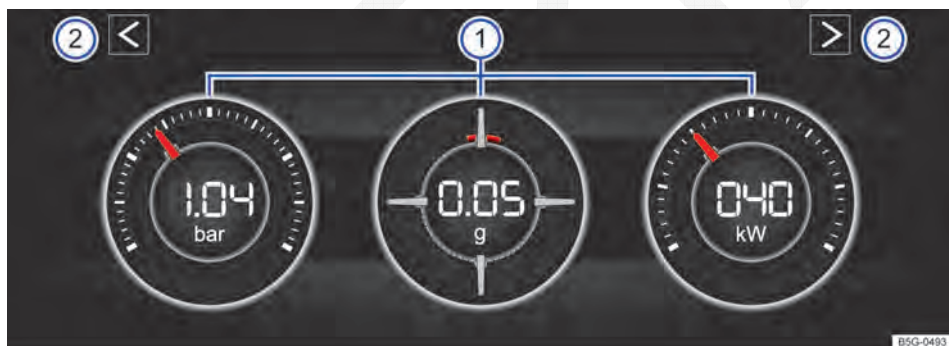
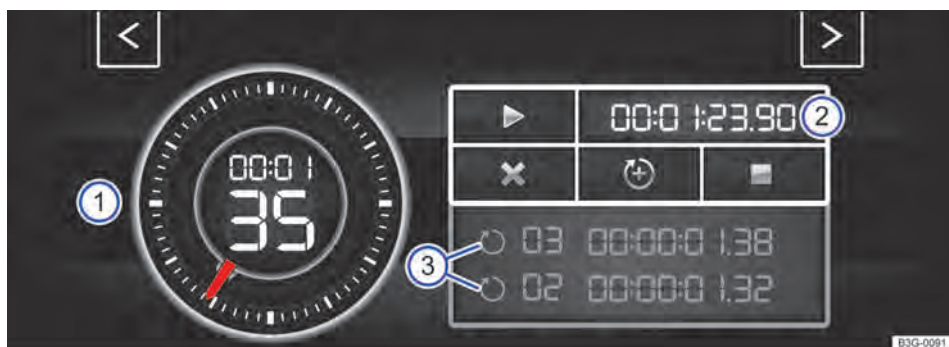
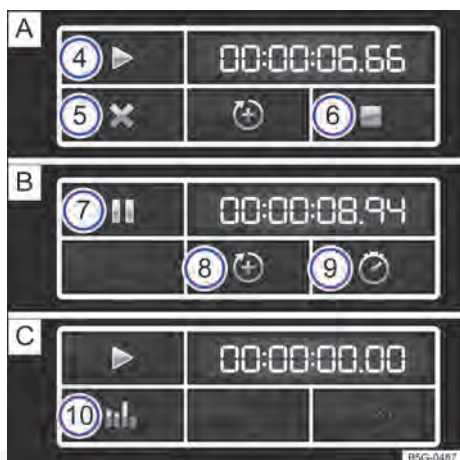

Fig. 29 No sistema Infotainment: módulo de potência.
Fig. 30 No sistema Infotainment: Laptimer com cronômetro, superfície de função e tempos de voltas.
Fig. 31 Superfície de função no sistema Infotainment: medição do tempo na volta [A] parada, [B] em execução e [C] concluída.
Legenda para **Fig. 29**
- ① Áreas de indicação.
- ② Teclas de setas para alternar para o Laptimer.
Se você deseja alternar entre o módulo de potência e o Laptimer → Página 47, toque em uma das teclas de seta à esquerda e à direita acima dos instrumentos em → Fig. 29 ②.
O display pode exibir, no máximo, 3 instrumentos simultaneamente. Cada um dos instrumentos pode ser selecionado para cada uma das áreas de exibição → Fig. 29 ① (esquerda, central, direita).
- **Indicação da pressão de carga:** a indicação da pressão de carga → Fig. 29 ① (à esquerda) exibe a pressão no circuito do ar de sobrealimentação entre o turcocarregador e o motor (na unidade "bar"). Quanto mais o ponteiro ficar à direita na escala, maior será a potência que o motor desprenderá.
- **Medidor de aceleração (G-Meter):** o medidor da aceleração (G-Meter) → Fig. 29 ① (central) indica na área central o valor da aceleração (na unidade "g"). A marcação vermelha na área disposta em tela indica a intensidade da aceleração e a direção da força que atua (conforme os princípios físicos contrários). Se você, por exemplo, conduzir para a esquerda, a marcação vermelha se moverá para a área direita do instrumento (e o contrário). A marcação vermelha move-se para baixo, quando se acelera, e para cima, quando se freia. A intensidade da aceleração é indicada pela posição da marcação vermelha de dentro para fora. Se a aceleração aumenta, a marcação vermelha é excluída da área central.
- **Indicação de potência:** a indicação de potência → Fig. 29 ① (à direita) exibe a potência do motor atualmente utilizada como valor digital e na escala adjacente (em kW).
- No módulo de potência, tocar uma das teclas de setas → Fig. 29 ②, para alternar para o Laptimer.
Legenda para → Fig. 30 e → Fig. 31
- ① Cronômetro
- ② Superfície de função com o tempo de voltas atual
- ③ Tempos de voltas salvos
- ④ Iniciar e continuar com a medição do tempo
Com as teclas de seta → Fig. 29 ② ou → Fig. 30 você pode alterar a qualquer momento entre Laptimer e módulo de potência.
Iniciar e continuar com a medição do tempo	Toque a superfície de função para iniciar ou continuar ► → Fig. 31 A ④. Com a ignição desligada, não é possível nenhuma medição de tempo. É exibida uma mensagem no display. Pressionar Iniciar, para iniciar a medição do tempo. A medição do tempo inicia-se automaticamente, assim que o veículo se movimenta para frente. Uma primeira nova volta só pode ser iniciada, se os dados forem restaurados na estatística.
Finalizar a medição do tempo	Toque a superfície de função para finalizar ■ → Fig. 31 A ⑥ .
Manter a medição do tempo	Toque a superfície de função para pausar II ► → Fig. 31 B ⑦ .
Iniciar a nova volta	Toque a superfície de função para adicionar uma nova volta → Fig. 31 B ⑧. O último tempo da volta é salvo e uma nova volta é iniciada. O tempo total das voltas é indicado na estatística.
Cancelar a volta atual	Toque a superfície de função para cancelar → Fig. 31 A ⑤. Com uma medição de tempo em execução, toque a superfície de função para pausar II ► ⑦. A medição do tempo é cancelada e o tempo da curva é apagado. É exibido --: --:-- na estatística.
Indicar tempo intermediário	Toque a superfície de função para o tempo intermediário ⏸ → Fig. 31 B ⑨ . O cronômetro → Fig. 30 ① para por alguns segundos e o tempo intermediário é indicado.
Indicar estatística	Após a finalização ou o cancelamento da medição do tempo, toque a superfície de função para a estatística → Fig. 31 C ⑩ A estatística indica o número de voltas, o tempo total, a volta mais rápida e a mais lenta, o valor médio de todos os tempos das voltas e todos os valores das voltas. Ao tocar a superfície de função ⏮, você alterna para o menu anterior.
Restaurar os dados da estatística	Toque a superfície de função para a estatística → Fig. 31 C ⑩ . Excluir os dados, tocando a superfície de função Restaurar .